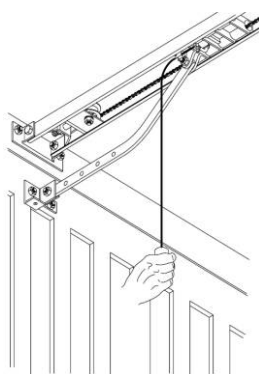
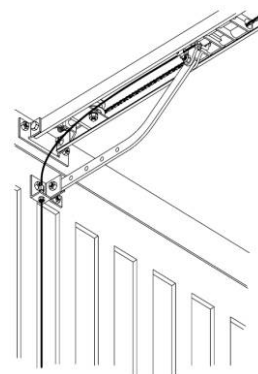

рис.13
рис.14
- Разблокируйте каретку (рис.13), потянув за веревочку, и протяните кривой тяговый кронштейн до ворот. Закрепите кронштейн на полотне ворот как на рис. 14, используя прилагаемый винт.